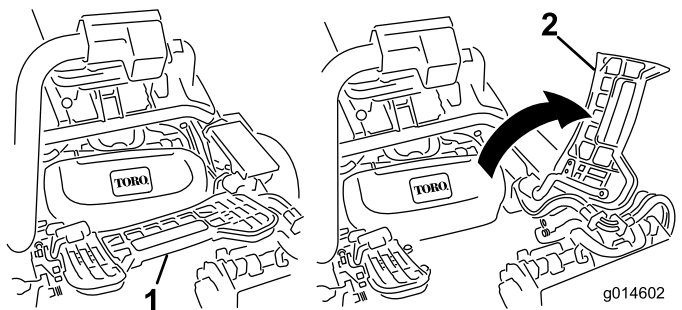

Figura 41
1. Levante el reposapiés y gírelo hacia arriba, para tener acceso a la posición de la unidad de corte central (Figura 41).